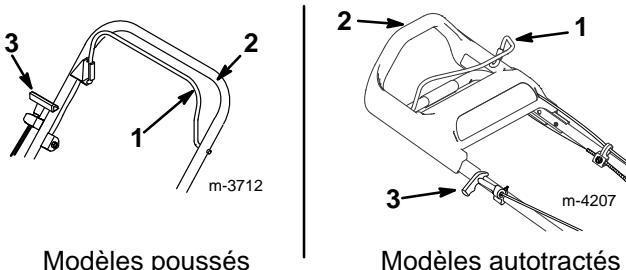

Figure 11
2. Serrer la barre de commande de lame contre le mancheron (Fig. 11).
- **Démarrage manuel** : Tirer lentement la poignée du lanceur jusqu'à ce qu'on sente une résistance, puis la tirer vigoureusement (Fig. 11). Laisser la poignée revenir lentement vers le mancheron.